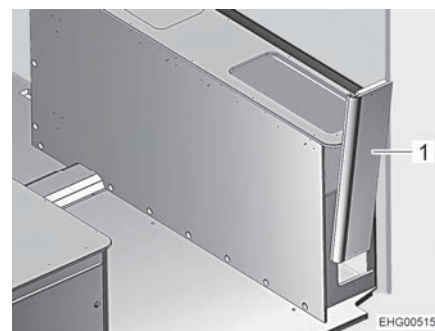

Fig. 160 Armazón de la cama a la derecha, pared lateral
- Retirar la pared lateral (Fig. 160,1) hacia arriba traqueteándola ligeramente.